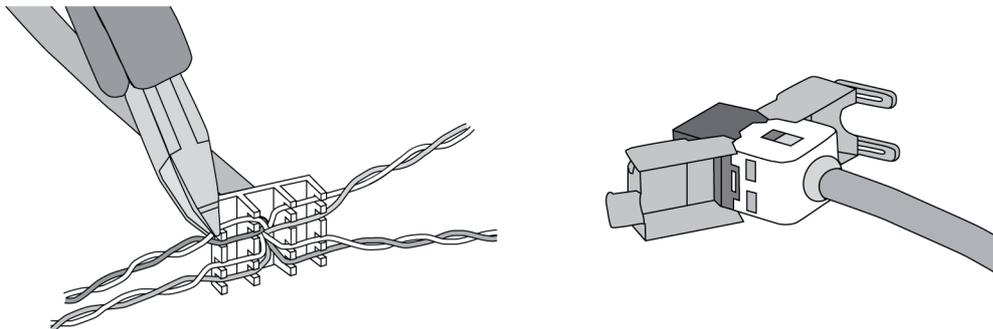

Figure 7: Raccordement du connecteur au câble Ethernet
- Raccorder le câble Ethernet au connecteur Ethernet. Décaper les fils Ethernet, ne pas isoler et poser dans le clapet du connecteur. Raccourcir les fils trop longs et placer le clapet correctement sur le connecteur (figure 7).
- Raccorder le câble Ethernet à la borne (32) et au connecteur Ethernet.